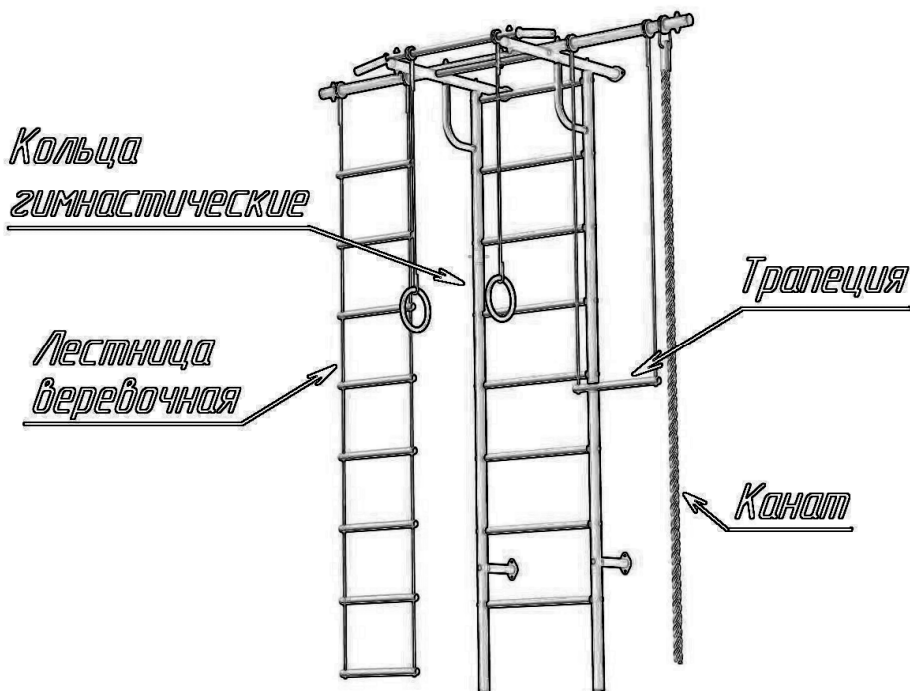

Рис. 1 – ДСК-3.01. С. ПВХ «РОКИ ПЛЮС»
3.1. КОМПЛЕКС представляет собой сборно-разборную каркасную конструкцию из металлических труб, закрепленную анкерными болтами в стену (Рис. 1.) Основными составными элементами КОМПЛЕКСА являются вертикальная «шведская лестница» и горизонтальная неподвижная верхняя рама.